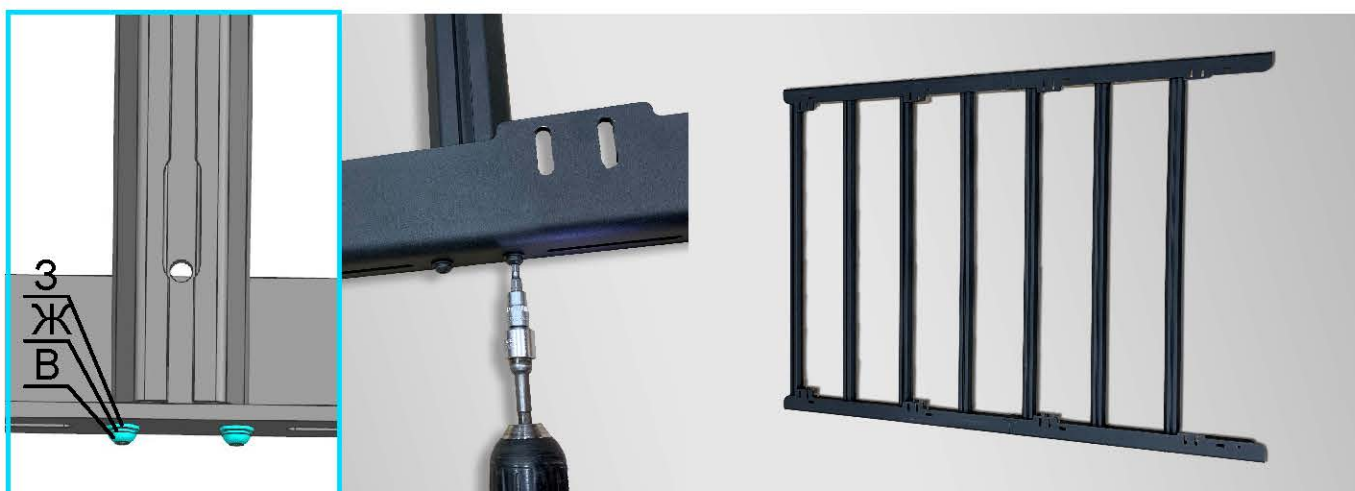

Рис. 2
2. Уложите 7 Профилей (Поз. 5) пазами вниз на ровную плоскую поверхность, соедините Профили (Поз.5) и собранные кронштейны, используя Винты 6x25 (Поз. В), Шайбы 6 гровер (Поз. Ж) и Шайбы 6 (Поз. 3), как показано на рис. 2.